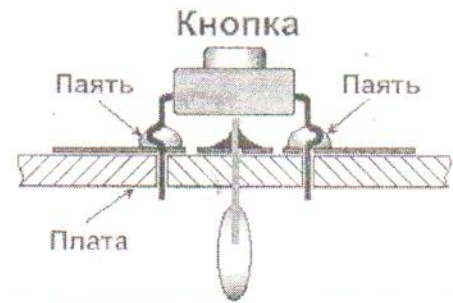

Рис.5 Установка кнопки на печатной плате
- Со стороны печати установите микрокнопки (смотри рисунок 5).